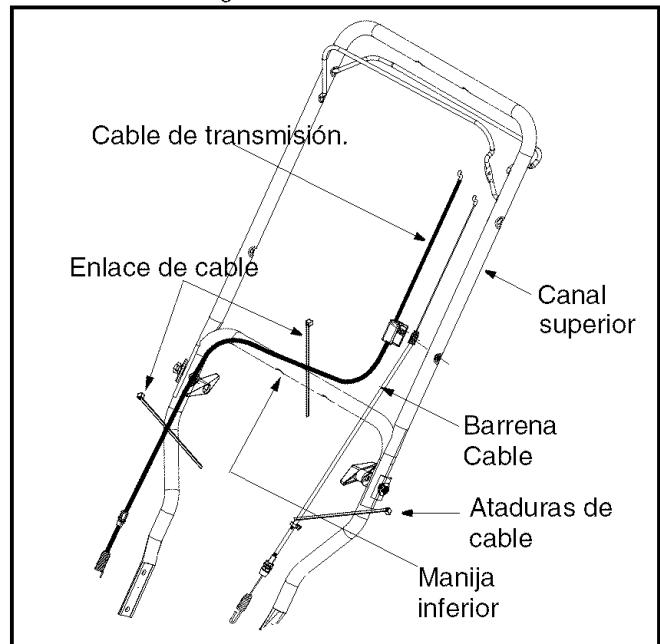

Figura 5
1. Compruebe que el cable de transmisión esté orientado paralelamente a la manija superior izquierda, luego páselo por la parte superior de la manija inferior y finalmente páselo paralelamente a la manija inferior derecha. Ver Figura 5 .
2. Tres ataduras de cables se han utilizado para atar libremente los cables de control a la manija más baja dos de estas ataduras de cables están cada brazo, y el tercero en la barra cruzada superior de la manija más baja. Apriete estas ataduras de cables para asegurar los cables a la manija más baja. Véase el Figura 5 .